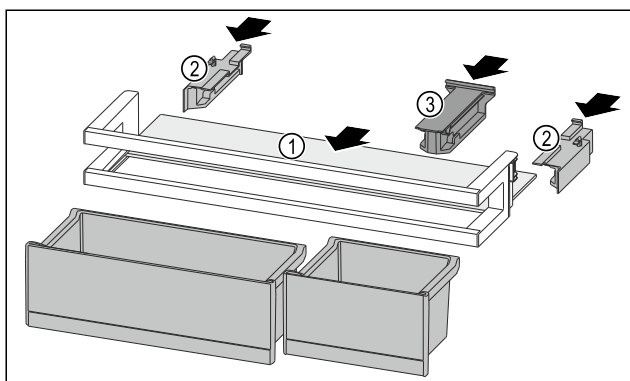

Fig. 100
- Lükake riiul Fig. 100 (1) külgmistesse sisselõigetesse.
- Pange küljeosa Fig. 100 (2) sisse.
- Pange hoideosa Fig. 100 (3) sisse.